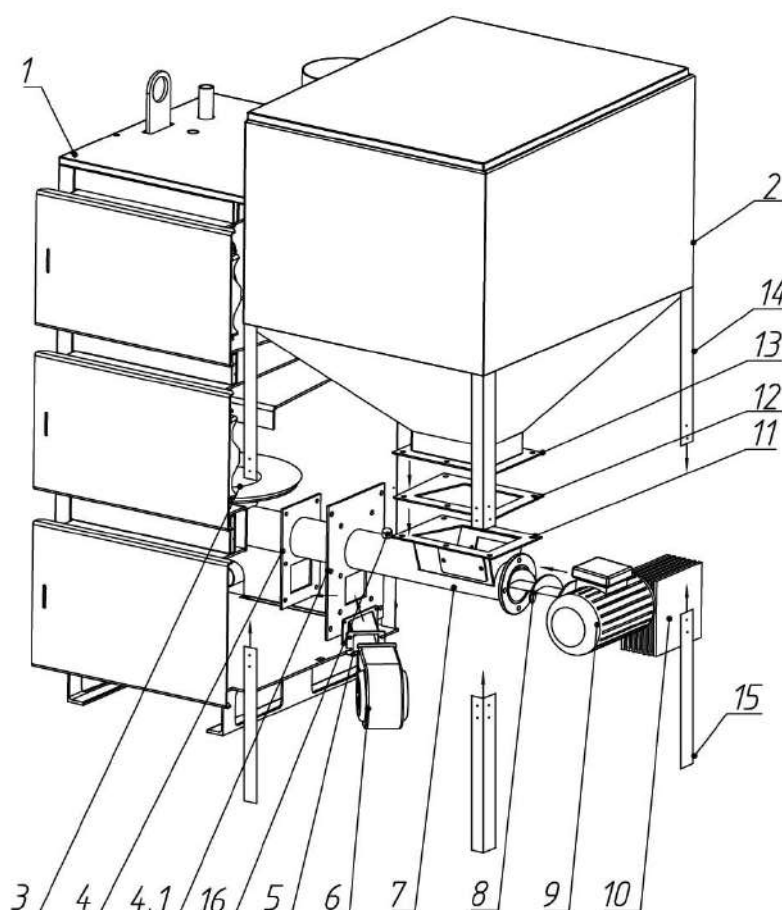

Рисунок 7. Схема сборки системы топливоподачи.
10.2.3 Котел и система топливоподачи должны быть выставлены горизонтально по уровню. Прочность перекрытий (пола) должна выдерживать вес котла, полностью заполненного водой и бункером топлива, схема сборки системы топливоподачи представлена на рис. 7.